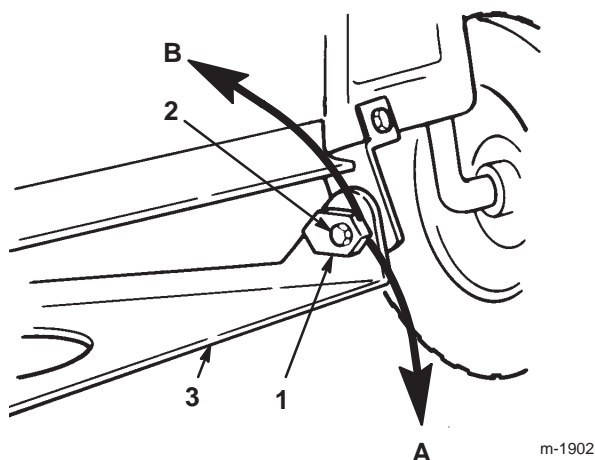

Bild 48
15. Stellen Sie die Neigung in Längsrichtung durch Drehen der Spezialneigungs-Einstellmutter an beiden Seiten der Mähwerkbefestigungshalterung ein (Bild 48).
16. Drehen Sie die Einstellungsmutter für die linke Seite langsam runter, um die Vorderseite des Mähwerks anzuheben. Drehen Sie Mutter hoch, um die Vorderseite des Mähwerks abzusenken (Bild 48). Drehen Sie die Neigungseinstellmutter soweit, bis die Vorderseite des Mähwerks 6 bis 16 mm tiefer steht als die Rückseite.